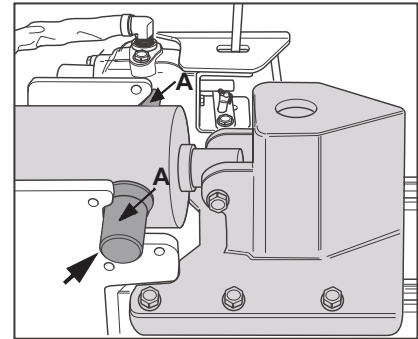

Fig.9a
- Zylinder nach oben zum Ende der Spaltsäule hin anheben und in den angeschweißten Trägerbock schieben (Bolzen A müssen in den Aussparungen sitzen). Bild 9a